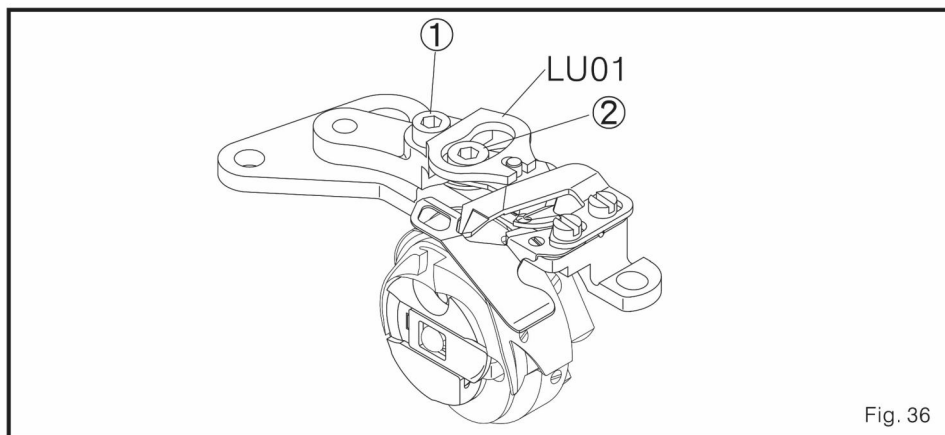

Fig. 36
(2) solta o parafuso da barra conector da faca móvel com a chave inglesa com ajustar hexagonal (3 mm), e então removem.o LU01 (Fig. 36)
(3) solta a cavilha fixou parafuso 2 da faca móvel.
(4) depois de remover o parafuso de cavilha da faca móvel, por favor desensamble da faca móvel.